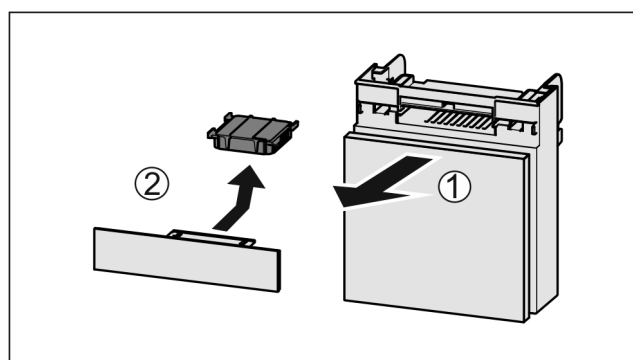

Fig. 98
- Lade vanaf de voorkant eruit trekken Fig. 98 (1).
- Actiefkoolfilter verwijderen Fig. 98 (2).